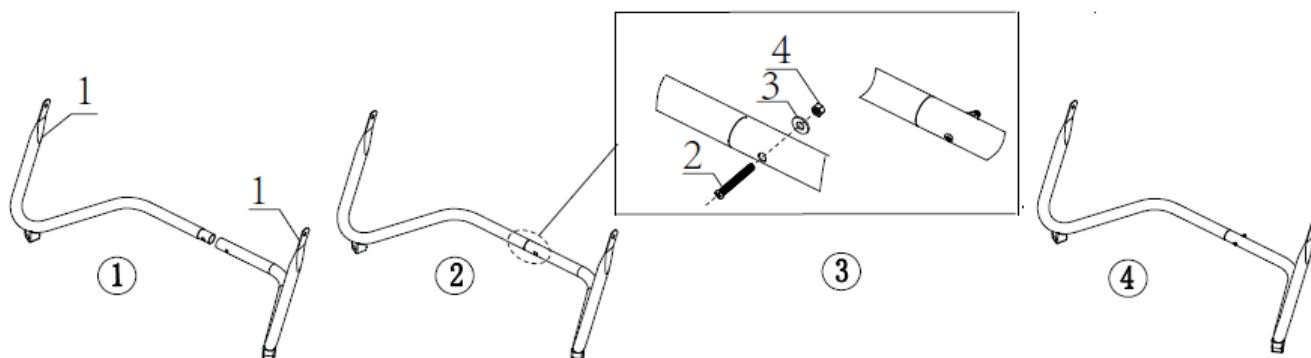

Bild 1
Koppla ihop höger och vänster stödfästen (1) och fixera dem med skruven (2), brickan (3) och muttern (4) (bild 1).